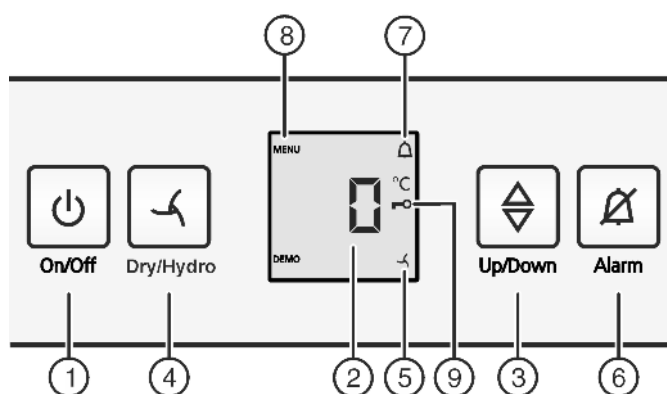

Fig. 2
- ▶ нажмите кнопку On/Off Fig. 2 (1).
- ▶ Активация режима настройки: удерживайте кнопку «Dry/Hydro» Fig. 2 (4) прикл. 6 секунд.
- ▷ Символ меню Fig. 2 (8) горит.
- ▶ Коротко нажмите кнопку Dry/Hydro Fig. 2 (4) для подтверждения.
- ▶ Для включения защиты от детей коротко нажмите кнопку Dry/Hydro Fig. 2 (4).
- ▷ Символ "Защита от детей" Fig. 2 (9) горит. На индикации мигает **с**.
- ▶ Для выключения защиты от детей коротко нажмите кнопку Dry/Hydro Fig. 2 (4).
- ▷ Символ защиты от детей Fig. 2 (9) гаснет. На индикации мигает **с**.
- ▶ Выход из режима настройки: Нажать кнопку "On/Off" Fig. 2 (1).
- ▶ Нажмите кнопку Alarm Fig. 2 (6).